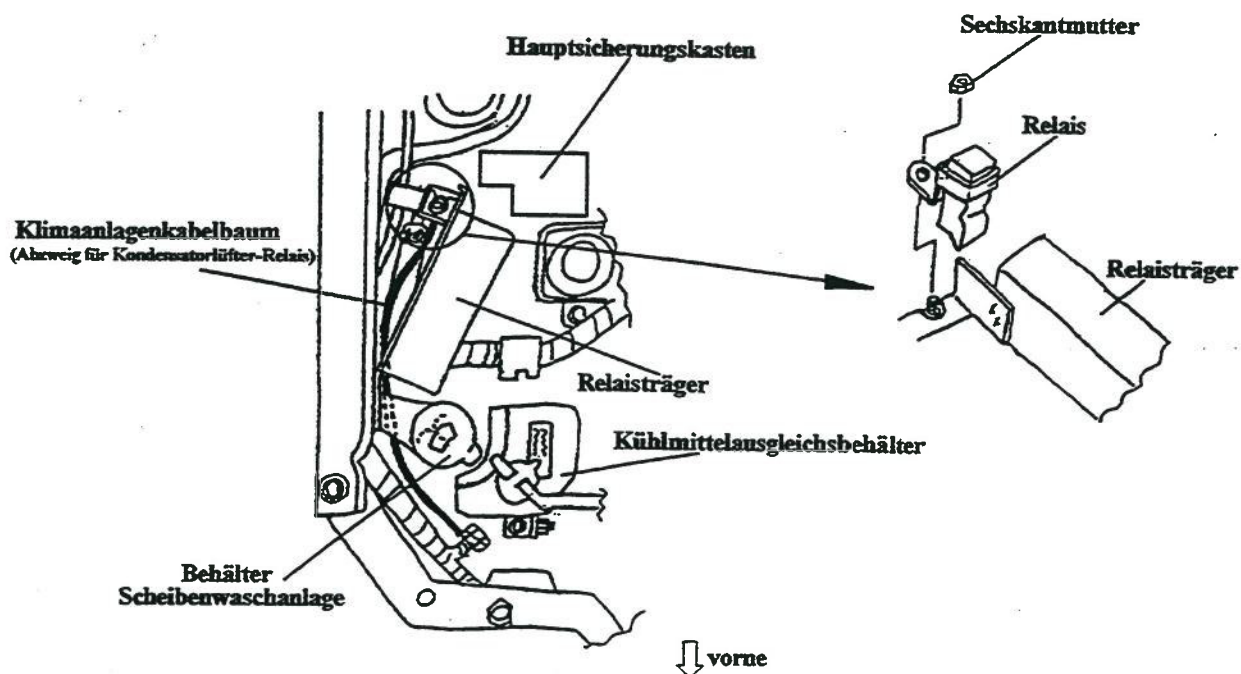

Bild 2
7. Den im Fahrzeug vorhandenen **Klimaanlagenkabelbaum** (wird nicht mehr benötigt) gegen den Kabelbaum aus dem Einbausatz austauschen und den Abzweig für das Relais verlegen (siehe Bild 2).